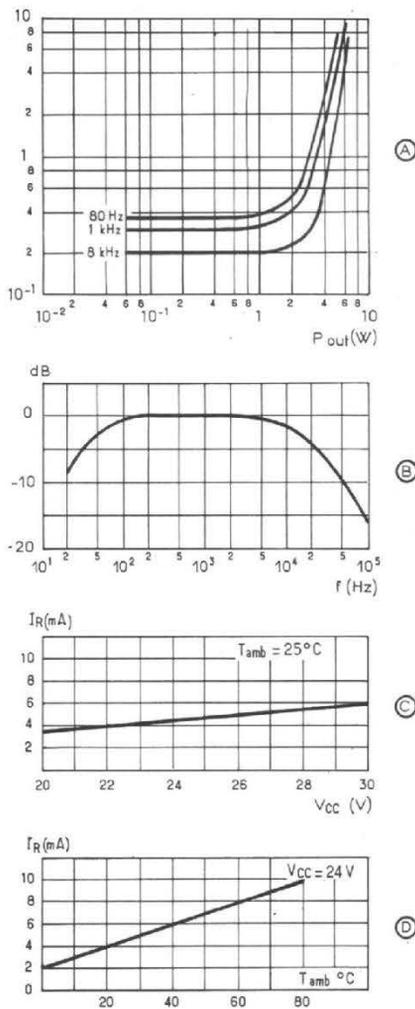
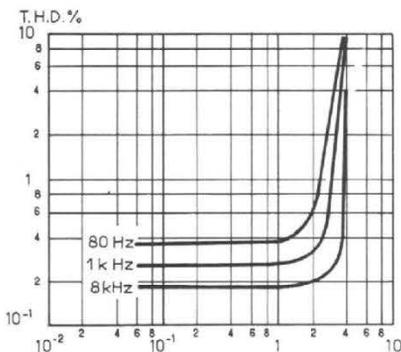

Fig. 10
Fig. 11
Voici à la figure 10 quatre graphiques :
Restent valables les courbes (B), (C) et (D) de la figure 10. La courbe (A) donnant la distorsion est différente. Nous la donnons à la figure 11.